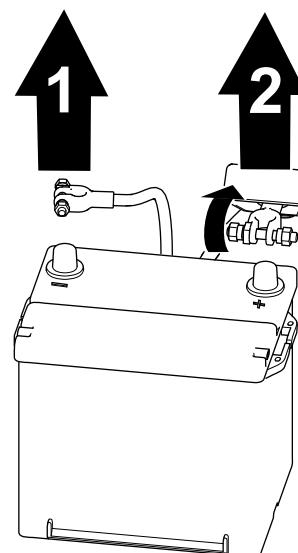

図 57
- バッテリーのプラスケーブルについている絶縁カバーを外して、プラスケーブルをバッテリーから外す図 57。